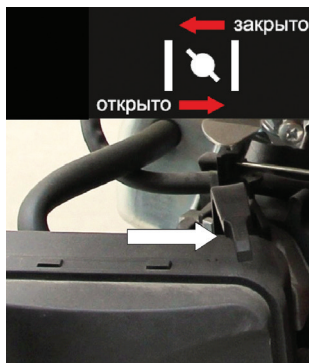

Рис. 13
5. После прогрева двигателя плавно переведите рычаг воздушной заслонки в положение «Открыто» (Рис. 13). При повторном пуске, когда двигатель прогрет, воздушную заслонку использовать не нужно.